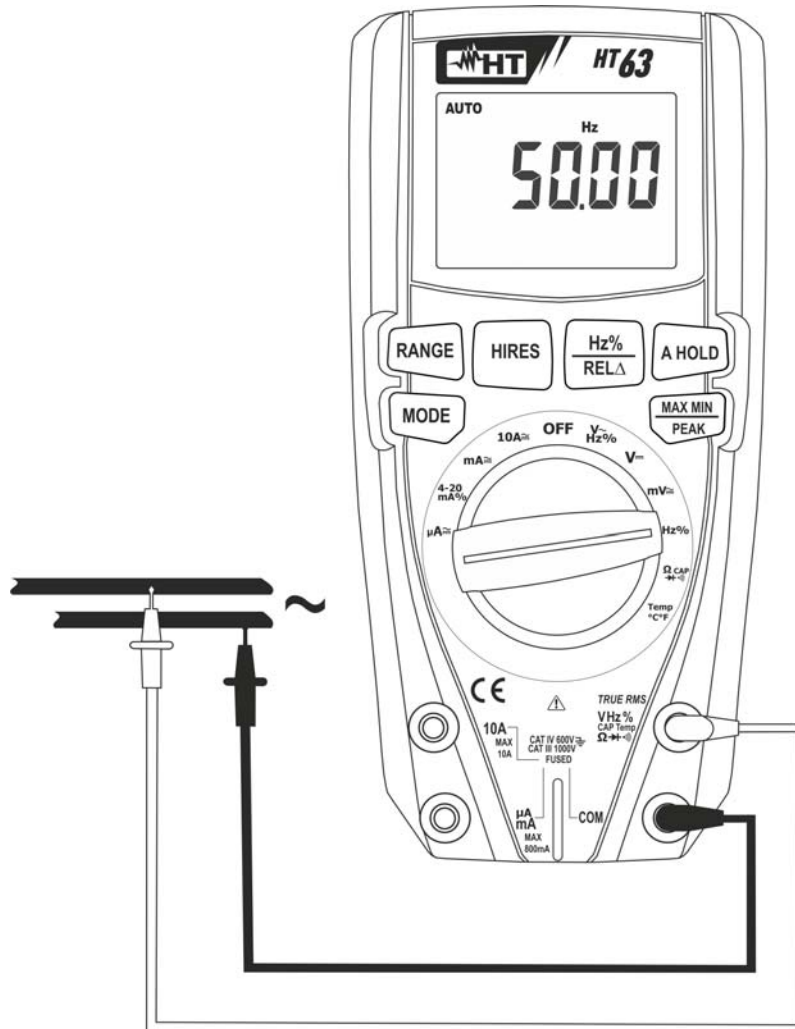

Fig. 4: Uso del instrumento para medida de Frecuencia y Duty Cycle
4. Posicione la punta roja y la punta negra respectivamente en los puntos del circuito en examen (vea Fig. 4). El valor de la frecuencia (Hz) o duty cycle (%) se muestra en pantalla. La barra grafica no está activa en estas funciones